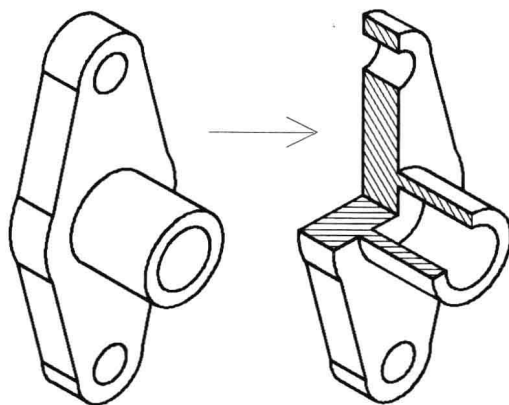

图 9-8-3
(3) 使用差集和平面摄影命令，创建轴测剖视图，并填充剖面图案，如图 9-8-3 所示。